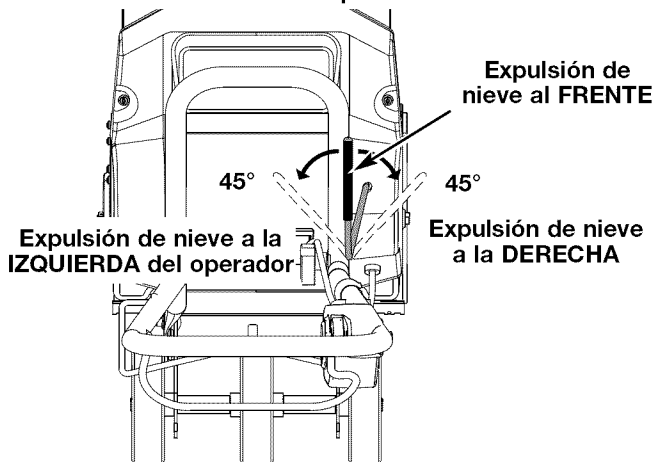

Fig. 8
- Si va a transportar la unidad con las manijas plegadas, tenga cuidado de no hacer contacto y doblar accidentalmente el control de dirección de expulsión (Fig. 8). Si dobla o daña el control, no podrá ajustar las paletas.